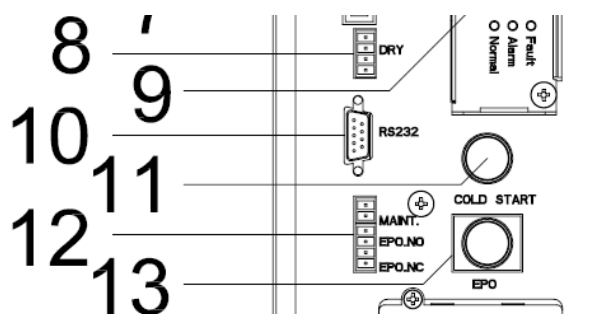

Fig. 3-6 Cold Start
3. Pulse el botón de arranque en frío («COLD START»), punto 11 de la (Fig. 3-6).